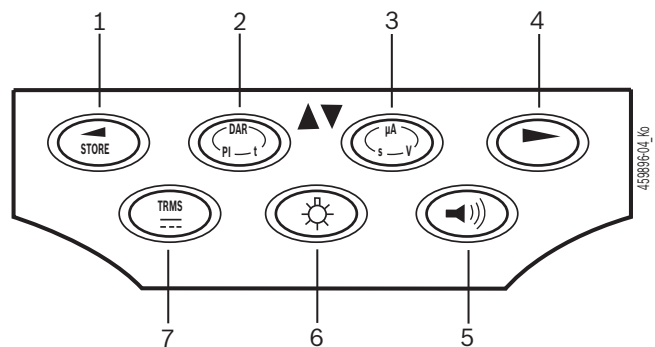

Afb. 2: Draaischakelaar/toetsen
- Zet de draaischakelaar op <SET-UP> (afb. 2, pos. 6).
- Druk ca. twee seconden lang op <TEST> (afb. 2, pos. 1).
- Druk op </OK>, om de gewenste waarde op te slaan (afb. 2, pos. 2).